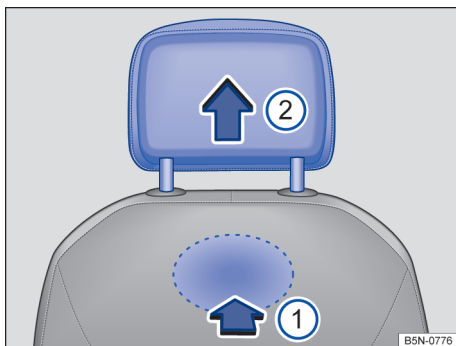

Fig. 75 Apoio para cabeça dianteiro: remover.
- Para destravar, tatear na cavidade na parte de trás, na área marcada, e pressionar para dentro no sentido da seta → Fig. 75 ①.
- Retirar o apoio para cabeça ② no sentido da seta.